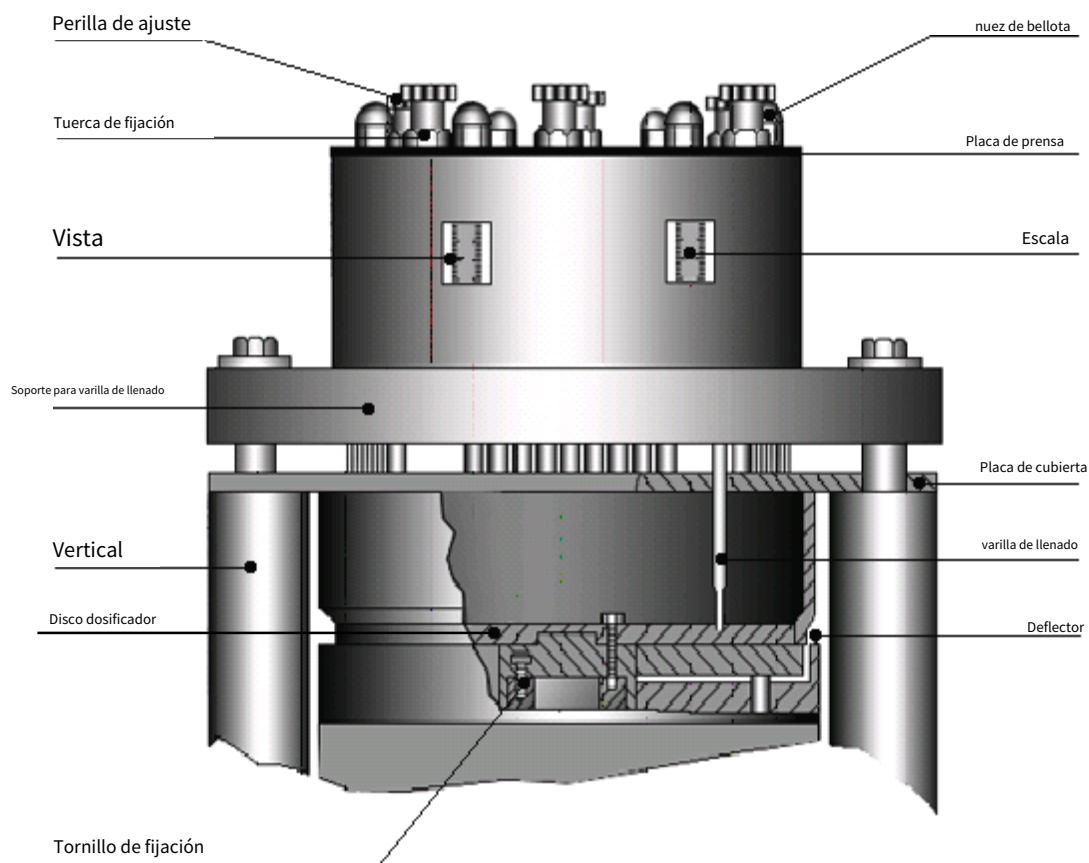

Fig. 21 Ajuste de la altura de la varilla de llenado
5.1.3.4 Afloje y retire la tuerca ciega, gire la perilla en el sentido de las agujas del reloj (consulte la Fig. 21) para levantar y retirar la placa de presión y el retenedor de llenado;